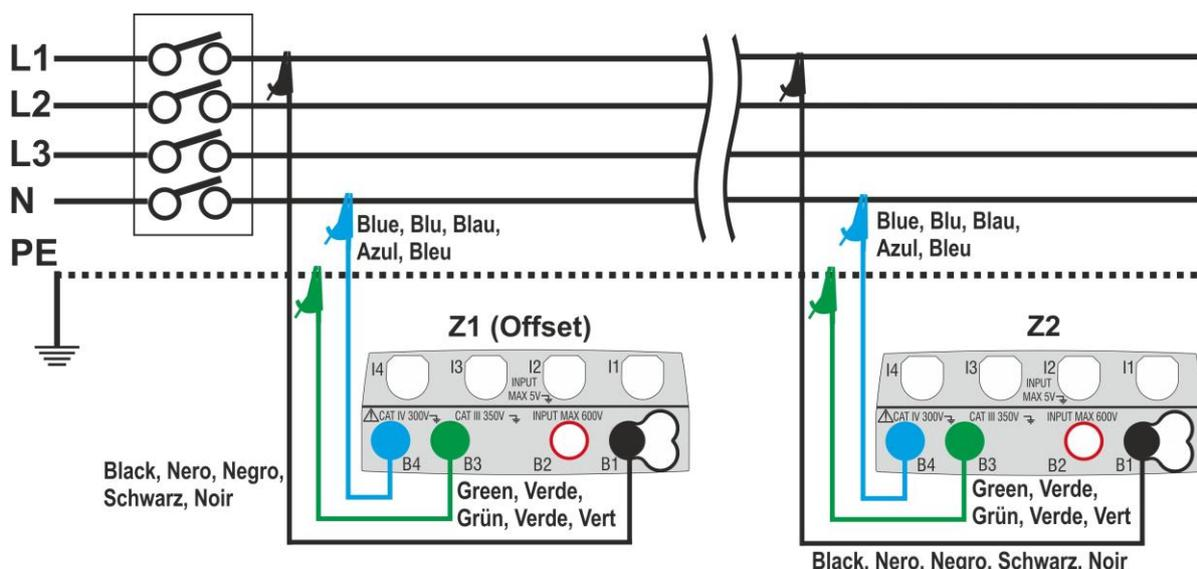

Fig. 34: Collegamento strumento per misura caduta di tensione in modo L-N
- 14 Passare al punto 9 nel caso in cui sia stato inserito manualmente il valore della Z1 (Offset). **Nel caso in cui NON sia stato inserito manualmente il valore della Z1 (Offset)** collegare lo strumento nel punto iniziale della linea in esame (tipicamente a valle della protezione) in accordo alle Fig. 34 o Fig. 35 al fine di eseguire la prima misura di impedenza **Z1 (Offset)**. In tal caso lo strumento eseguirà la misura di impedenza presente a monte del punto iniziale della linea assumendola come riferimento iniziale. La seguente videata (relativa alla misura L-L) è mostrata a display
- 17 Collegare lo strumento nel punto finale della linea in esame in accordo alle Fig. 34 o Fig. 35 in modo da eseguire la misura di impedenza a fine linea **Z2**. La videata a fianco è mostrata a display. Notare la presenza a display del valore **Z1 (Offset)** precedentemente misurato